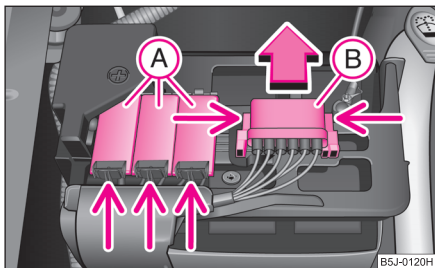

Fig. 182 Bateria: Capacul suportului de siguranțe
- Apăsați elementele de fixare ale capacului suportului de siguranțe (A) ⇒ fig. 182 și deschideți capacul.
- Concomitent apăsați elementele de fixare ale capacului suportului de siguranțe (B) și împingeți capacul în sensul indicat de săgeată.
- Unele autovehicule sunt prevăzute numai cu capacul (B) ⇒ fig. 182. ■